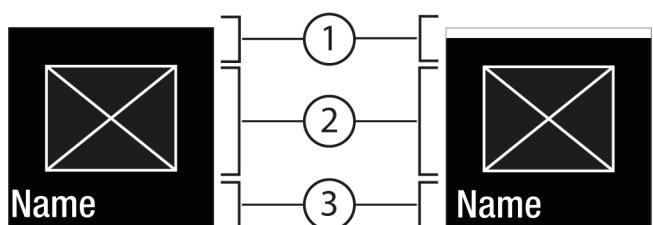
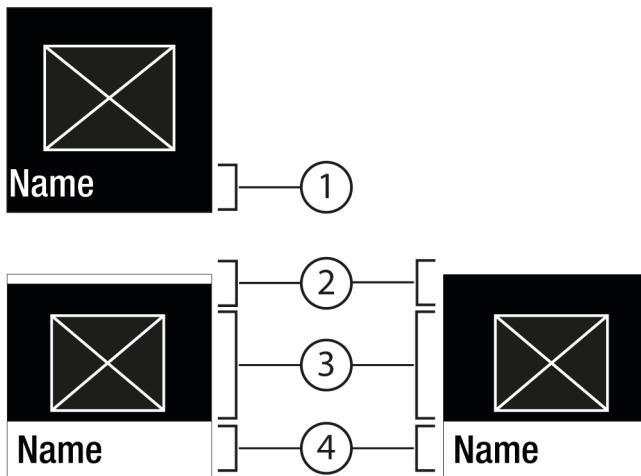

Fig. 6
Fig. 7
- 操作确认 Fig. 5 (2)，可调出子菜单 Fig. 7 (4)。
- 设置新值：操作确认 Fig. 5 (2)，选择一个禁用值 Fig. 6 (1)。
- 返回到菜单：操作确认 Fig. 5 (2)，选择已经存在的激活值 Fig. 6 (2)。
► 状态：在 Fig. 6 (1) 子菜单 Fig. 7 (4) 中短暂显示已激活。